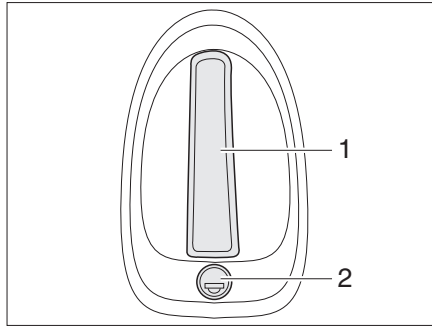

Fig. 27 Serrure du portillon arrière, extérieur
- Insérer la clé dans le barillet (Fig. 27,2) et la tourner jusqu'à ce que la serrure du portillon soit déverrouillée.
- Tirer sur la poignée (Fig. 27,1). Le portillon arrière est ouvert.
- Insérer la clé dans le barillet (Fig. 27,2) et la tourner jusqu'à ce que la serrure du portillon soit verrouillée.